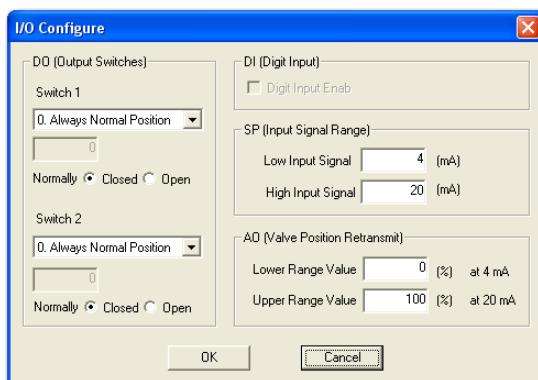

Figure 32 Configuration des Entrées/Sorties
Cette procédure montre un exemple, à partir des paramètres en Figure 32, pour vérifier si un interrupteur fonctionne :
1. Cliquez sur l'onglet **Configure**, cliquez et Figure 32 s'affiche.